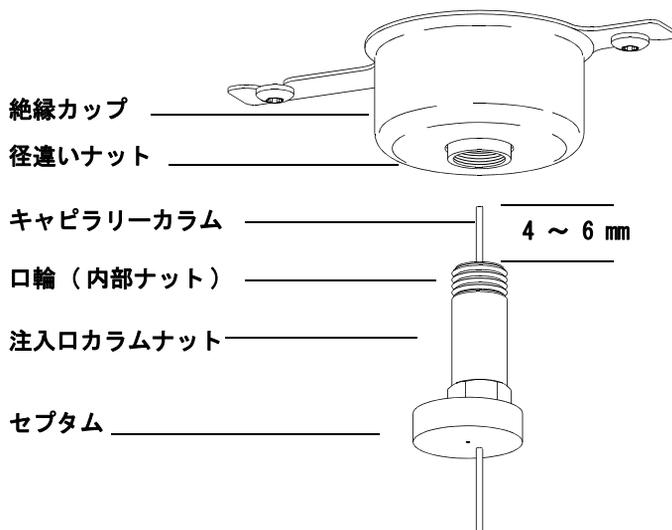

図 3 スプリット / スプリットレス注入口へのキャピラリーカラムの取り付け
- 2 カラムを口輪の端から 4 ~ 6 mm 出るように調整します (図 3)。